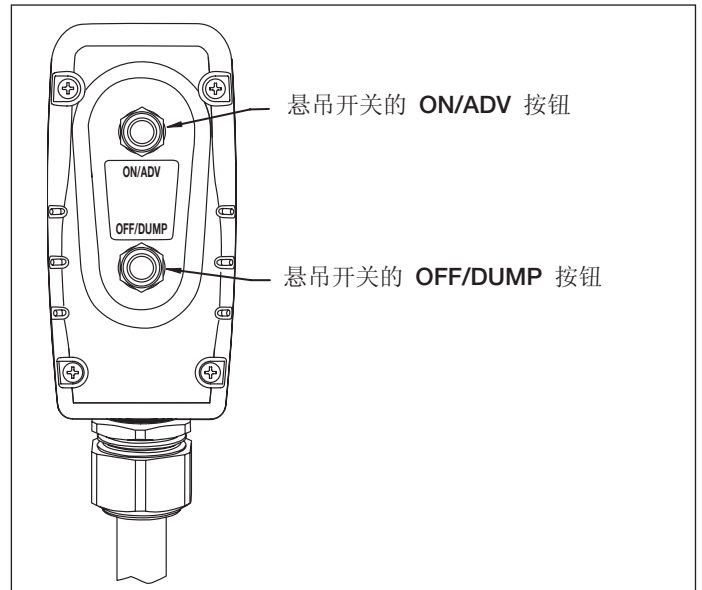

图 7 - 悬吊开关按钮
### 5.2 悬吊开关操作（见图 7）
5. 要启动泵，请按下悬吊开关上的“ON/ADV”按钮。请参见图 7。电机将自动启动，且扳手将开始推进。只要按住此按钮，扳手就会一直前进。